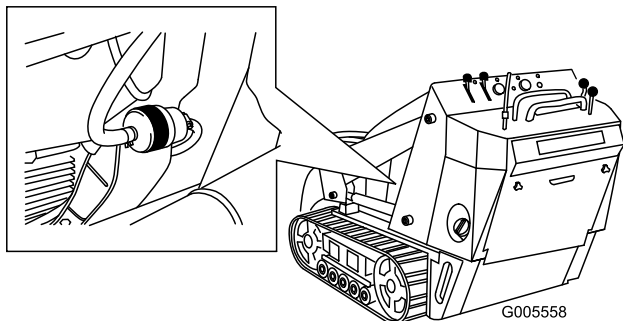

Figura 35
4. Bloquee los tubos de combustible en ambos lados del filtro de combustible (Figura 35).
5. Apriete los extremos de las abrazaderas y deslícelas por el tubo alejándolas del filtro (Figura 35).